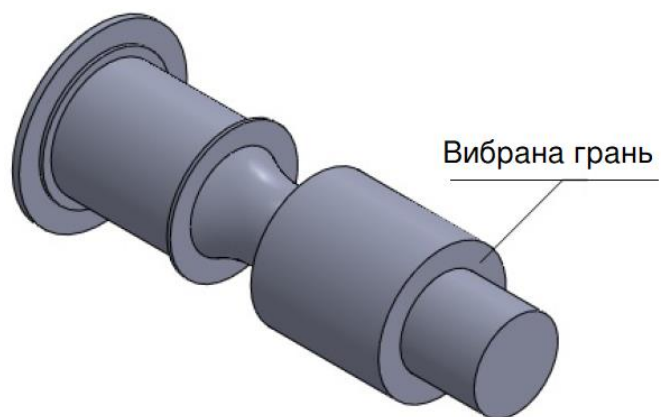

Рисунок 6.47 – Грань, вибрана як площина для ескізу
1. Увійдіть у середовище ескізу, обравши грань моделі як площину для ескізу (рис. 6.47).